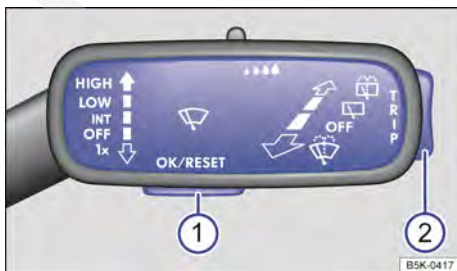

Fig. 66 À direita na coluna de direção: botões da alavanca dos limpadores do para-brisa (veículos sem volante multifunções).
Enquanto uma mensagem de advertência de prioridade 1 → Página 58 estiver sendo exibida, não será possível acessar os menus. Algumas mensagens de alerta podem ser confirmadas e ocultadas com o botão → Fig. 66 **1**.
- Se uma mensagem ou o pictograma de veículo sejam exibidos, pressionar o botão → Fig. 66 ①, caso necessário, pressionar várias vezes.
- Para a exibição dos menus → Página 64 ou para retornar para a seleção de menu a partir de um menu ou de uma tela de informação, basta manter o seletor → Fig. 66 ② pressionado.
- Para acessar o menu ou a tela de informação exibida, pressionar o botão → Fig. 66 ① e esperar até que o menu ou a tela de informação abra automaticamente após alguns segundos.
- No menu exibido, pressionar o seletor → Fig. 66 ② para cima ou para baixo até que o item de menu desejado esteja marcado. A marcação é indicada por uma moldura.
- Ao pressionar o botão → Fig. 66 ① é feita a alteração desejada. Um “sinal de visto” identifica a ativação da função ou do sistema.